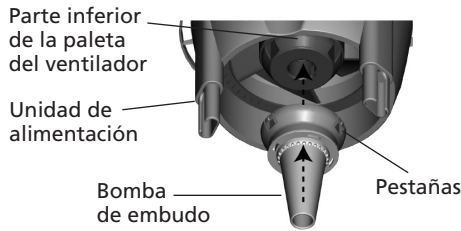

Figura 17
- Una la bomba de embudo a la unidad de alimentación acoplando las tres pestañas a la parte inferior de las paletas del ventilador. Vea la figura 17.